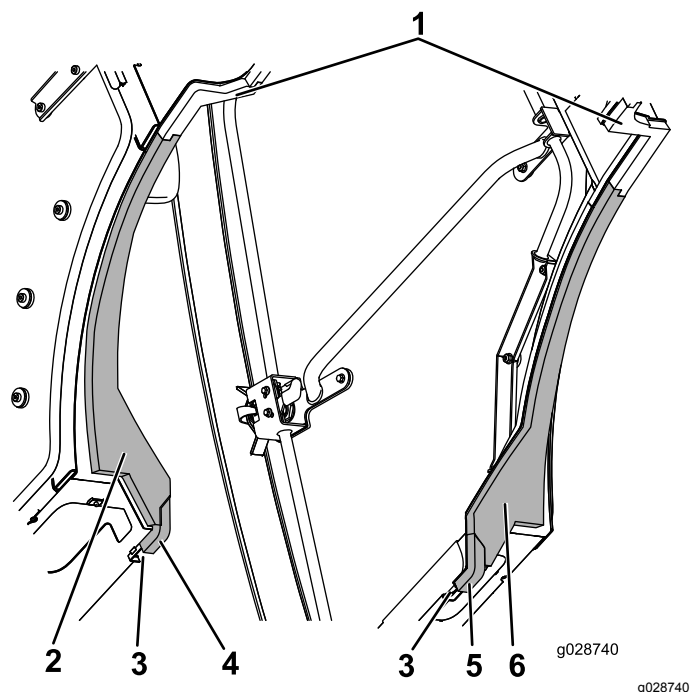

Figura 62
4. Alinhe as extremidades mais interiores dos vedantes de espuma do depósito esquerdo e direito com os vedantes de espuma intermédios direito e esquerdo e ligue as abas (Figura 62).
5. Pressione a extremidade frontal do vedante de esponja lateral esquerdo e direito contra o canal e ligue a extremidade traseira em ângulo do vedante de esponja com o vedante de esponja do depósito (Figura 62).